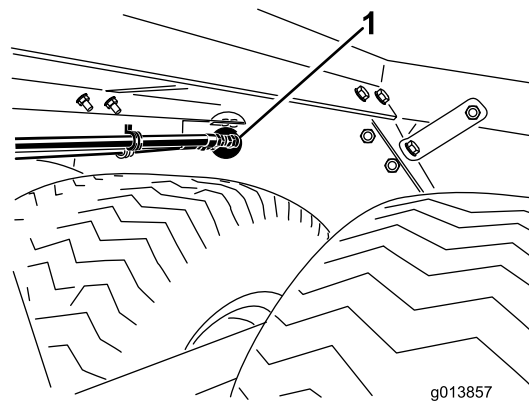

Figure 2
7. Les raccords d'entrée et de sortie ainsi que le support du guide-flexible doivent tous passer correctement dans les trous ronds de la paroi arrière du châssis (Figure 2).